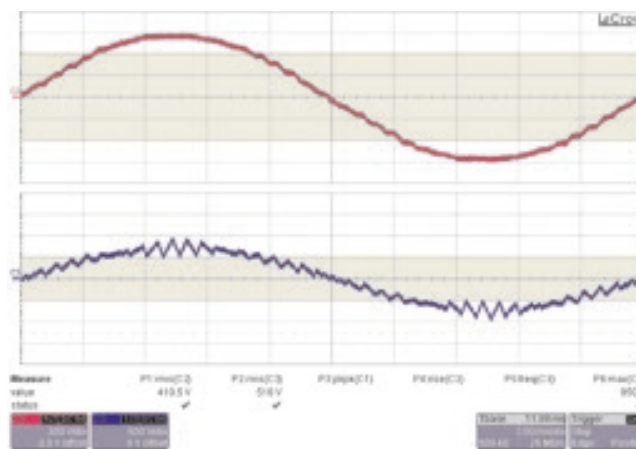

Fig. 3: Forme d'onde avec filtre LCL
**4. Le filtre LCL:** Cette fonction consiste à minimiser les ondulations de courant aux fréquences élevées, susceptibles d'entraîner la surchauffe des équipements électroniques branchés sur le secteur (voir Fig. 3).